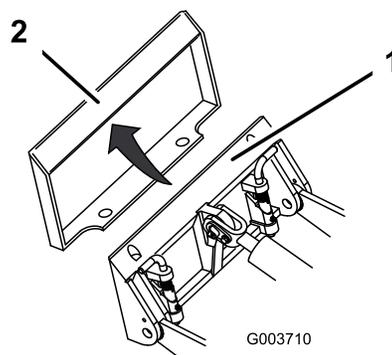

Figura 24
4. Posicione a placa de montagem na borda superior da placa do recetor do acessório (Figura 24).